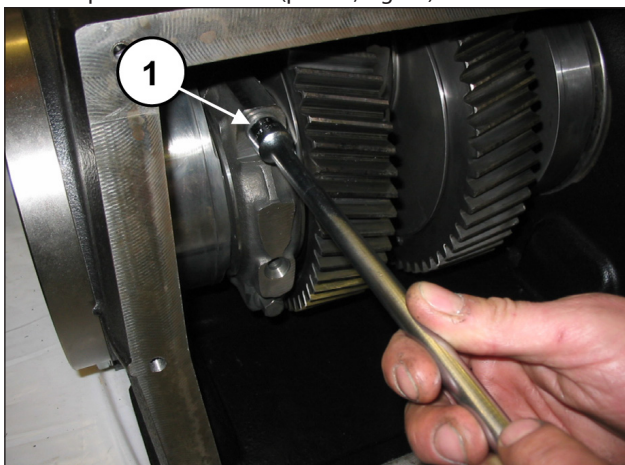

Fig. 18
Retire a espessura sob o corpo da haste central. Solte os parafusos da haste (pos. ①, Fig. 18).